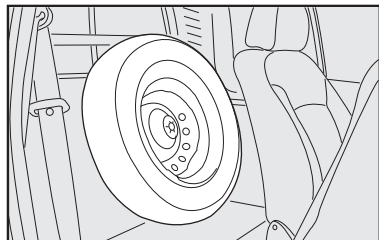

fig. 5
- Conforme a versão, desatarraxar o pino-suporte da roda sobressalente **A**—**fig. 5, 6, 7 ou 8** e retirá-la de sua sede **B**—**fig. 5, 6, 7 ou 8**.
– Colocar a roda substituída em uma de suas sedes (na cabine de passageiros ou no compartimento de carga) fixando-a adequadamente com o pino-suporte ou chave soquete (quando disponível) **A**—**fig. 5, 6, 7 ou 8**.